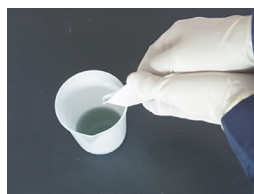

図 3. さらに折り曲げて、ゲルが落下しないように、トレイ内の液を除去します。
4. 溶液排出側を図 3 のように手で押さえ、ゲルが落下しないよう注意しながら、液を除去します。